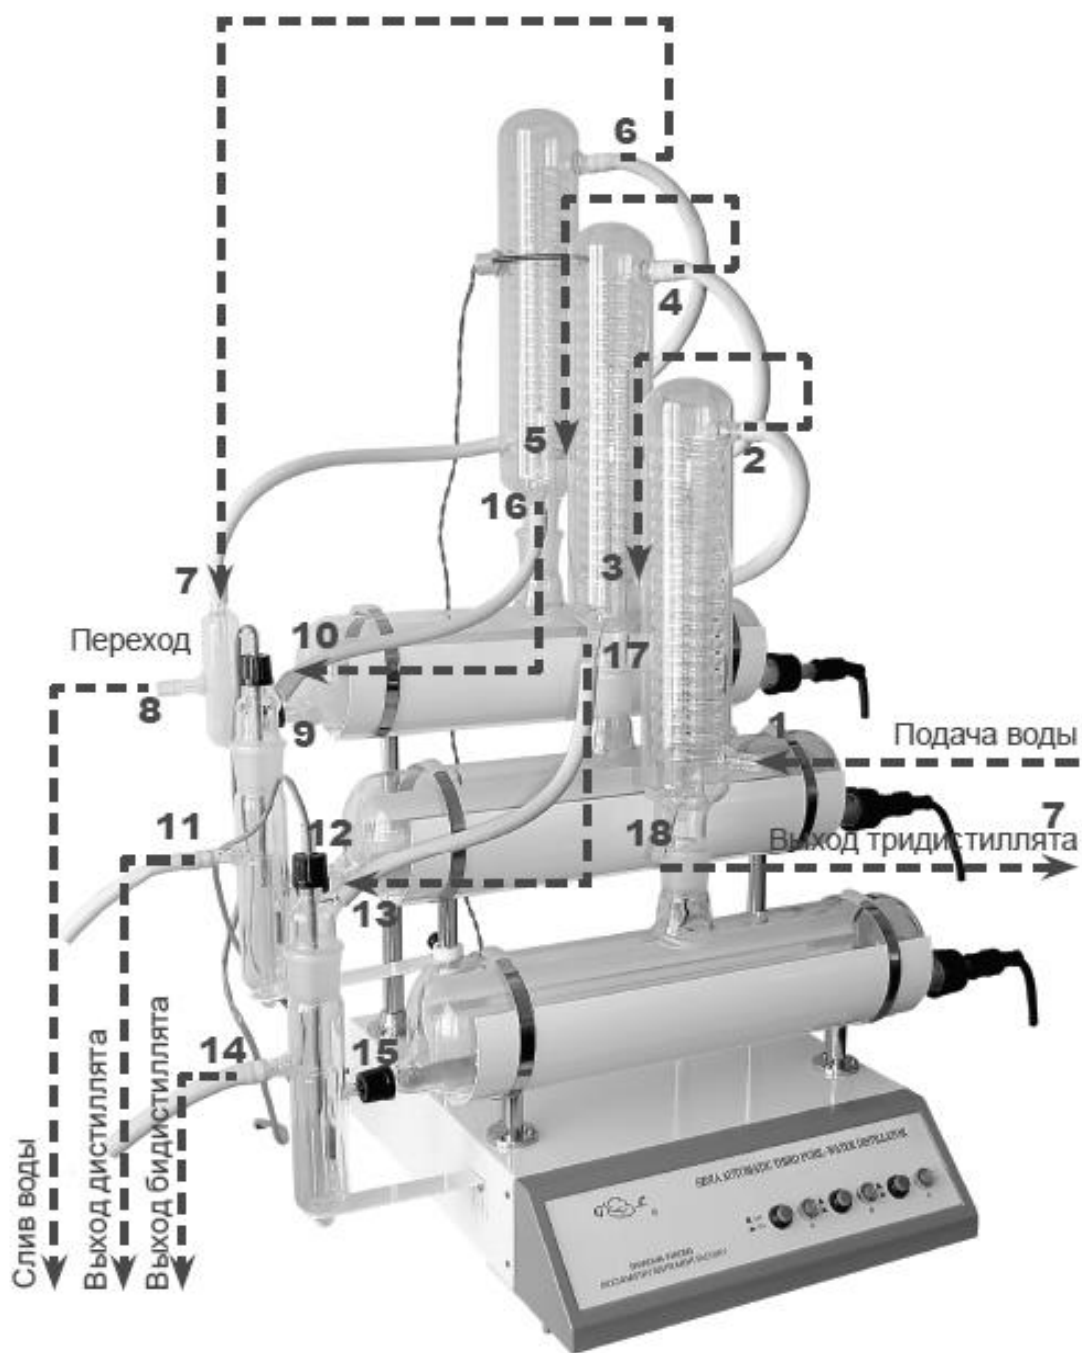

Рисунок 3
15. Собрать с помощью резиновых трубок схему подачи и отвода воды (рис.3).
Через отвод (поз.9) перехода идет наполнение испарительной колбы контура «А». Отвод (поз.8) подсоединить к канализации для слива охлаждающей воды. Дистиллированную воду со штуцера (поз.16, рис.3) холодильника контура «А» подать над входом (поз.10) сосуда с поплавковой камерой.
Выход дистиллированной воды тройной перегонки происходит через нижний штуцер (поз.18, рис.3) холодильника контура С.
Включите подачу охлаждающей воды, отрегулировав напор воды таким образом, чтобы вода заполнила первый сосуд и не вытекала через слив перехода **8** (рис. 3).